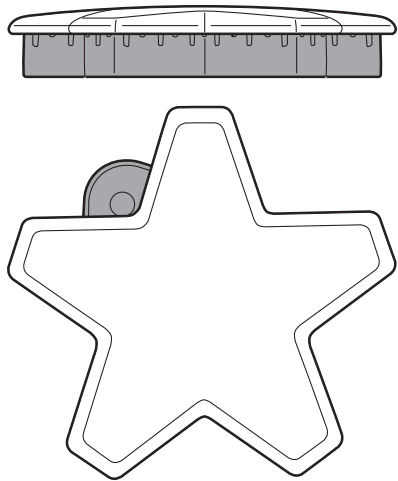
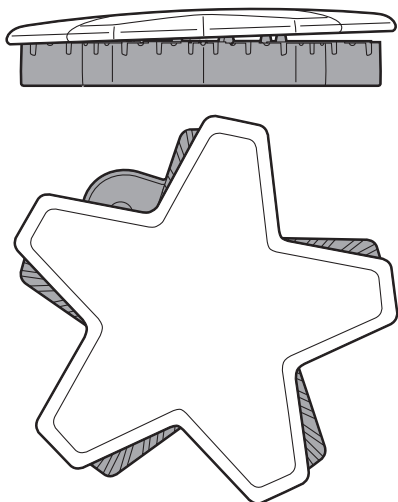

Figura 10: Tapa de quemador colocado correctamente
Figura 11: Tapa de quemador colocado incorrectamente
5. **Asegúrese de que las tapas de los quemadores STAR[®] estén bien colocados en sus bases (Figura 10 y Figura 11).** Encienda cada quemador para asegurarse de que el color de la llama es correcto. Consulte la sección “*Descripción de la llama*” para obtener más detalles.
- Compruebe cada quemador para asegurarse de que no hay espacio entre la tapa y la base del quemador. Vea las *Figura 10* y *Figura 11* para ejemplos de tapa de quemador instalada correcta e incorrectamente.
- Puede intentar mover con cuidado las tapas de los quemadores lateralmente para asegurarse que están colocadas correctamente en su base. Cuando es el caso, las tapas están rectas en la base y cubren completamente la base del quemador en forma de estrella al mirarlas desde arriba, como se muestra en la *Figura 10*.